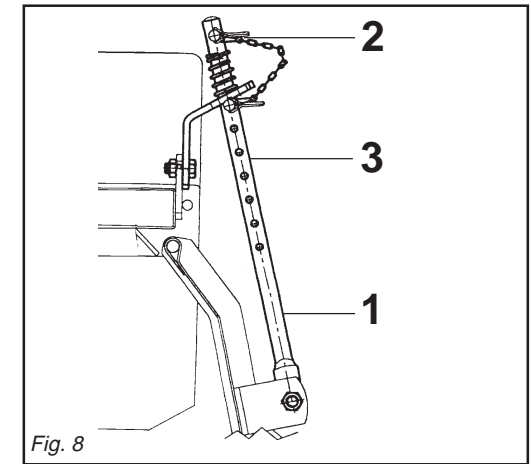

Fig. 8
- 6 - Il martinetto a molla (1 Fig. 8) oltre a sostenere la lamiera livellatrice ed ammortizzarla nel trasporto su strada, serve a evitare il ribaltamento della zappatrice durante il parcheggio. A seconda della posizione, determinata dalla copiglia (2 Fig. 8) sui vari fori posti nel tubo del martinetto (3 Fig. 8) si riesce ad aumentare o diminuire l'effetto della lamiera livellante sul terreno.
- 6 - Besides supporting the levelling plate and acting as a shock absorber for it during road transport, the spring ram (1 Fig. 8) prevents the steering hoe from overturning when parking. The effect of the levelling plate on the soil can be increased or decreased depending on the position, established by the split pin (2 Fig. 8) in the various holes in the ram tube (3 Fig. 8).
- 6 - Die Federwinde (1 Abb. 8) trägt nicht nur das Planierschild und dient beim Straßentransport zur Dämpfung von Stößen, sondern sie soll auch verhindern, daß die Hackfräse während des Parkens umkippt. Je nach der Position, die durch den Splint (2 Abb. 8) in den verschiedenen Löchern des Windenrohres (3 Abb. 8) festgelegt wird, kann die Wirkung des Planierschildes auf den Boden erhöht oder verringert werden.
- 6 - Le vérin à ressort (1 Fig. 8) sert de soutien à la tôle de nivellement et de suspension pendant le transport sur route, pour éviter le basculement du cultivateur lors du stationnement. L'effet de la tôle de nivellement sur le terrain peut être augmenté ou diminué en changeant la position de la goupille (2 Fig. 8) dans les différents trous du tube du vérin (3 Fig. 8).
- 6 - El gato de resorte (1 Fig. 8), además de sostener la chapa de nivelación y protegerla durante el transporte en carretera, sirve para evitar el vuelco de la binadora durante el estacionamiento. De acuerdo a la posición, determinada por el pasador (2 Fig. 8) en los diversos orificios del tubo del gato (3 Fig. 8) se logra aumentar o disminuir el efecto de la chapa de nivelación sobre el terreno.